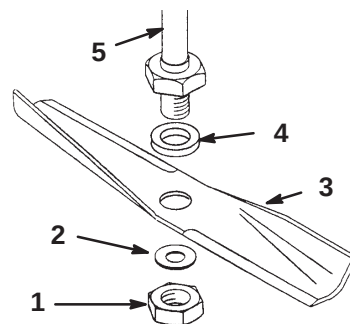

Figure 28
2. Retirez l'écrou, les deux rondelles et la lame (Fig. 28).
2. Montez la rondelle épaisse, la lame, la rondelle plate mince et l'écrou (Fig. 28).